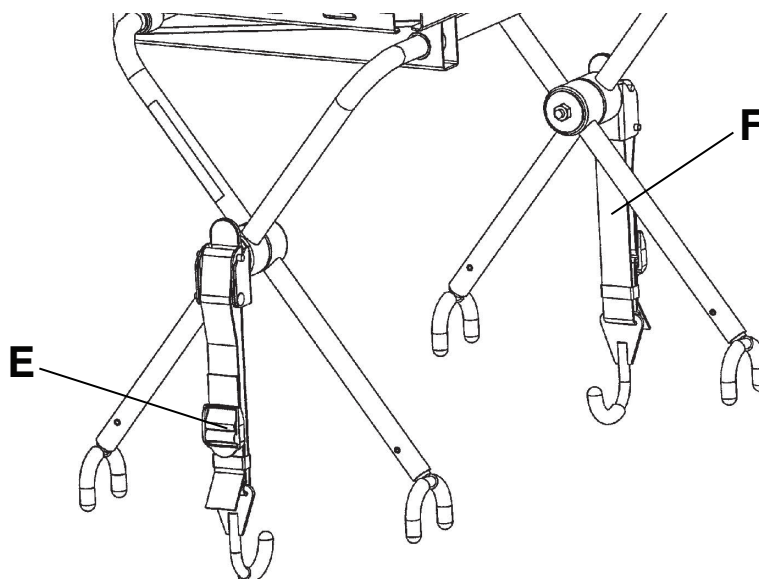

Figura 20 – Applicare la piattaforma per defibrillatore alla barella.
9. Fissare le cinghie (E) per mantenere il defibrillatore sulla piattaforma (Figura 20).